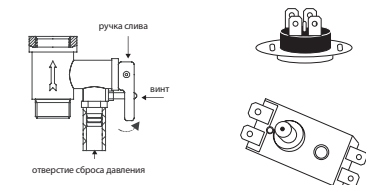

Рис. 8
- открутить гайку крепления термовыключателя, закрепленного на фланце ТЭНа, перевернуть термовыключатель и нажать до щелчка кнопку, расположенную по центру термовыключателя рис. 8;